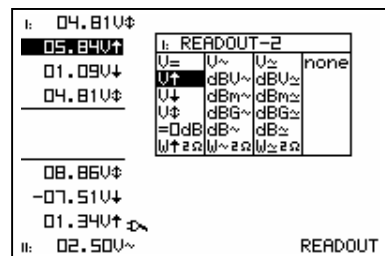

Fig 24
4. Pulse las teclas de flecha para seleccionar la función deseada para medida 2. (fig. 24)